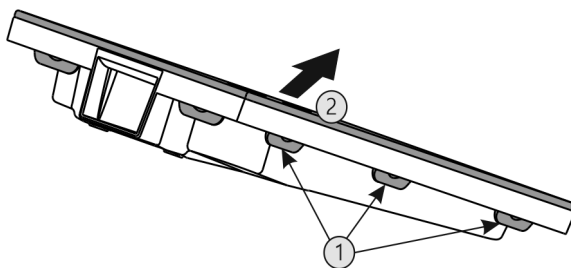

Fig. 69
- ▶ Premere una dopo l'altra tutte le linguette Fig. 69 (1) e rimuovere la copertura Fig. 69 (2).